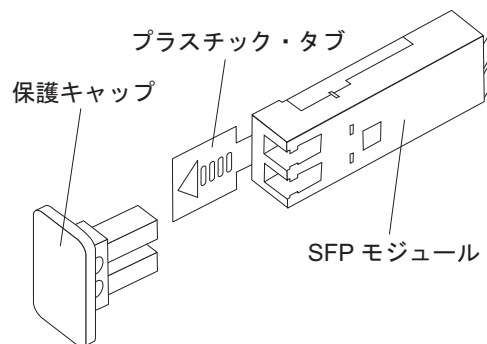

図 27. SFP モジュールのホスト・ポートへの取り付け
4. 所定の位置に確実に収まるまで、SFP モジュールをホスト・ポートに挿入します。59 ページの図 27を参照してください。